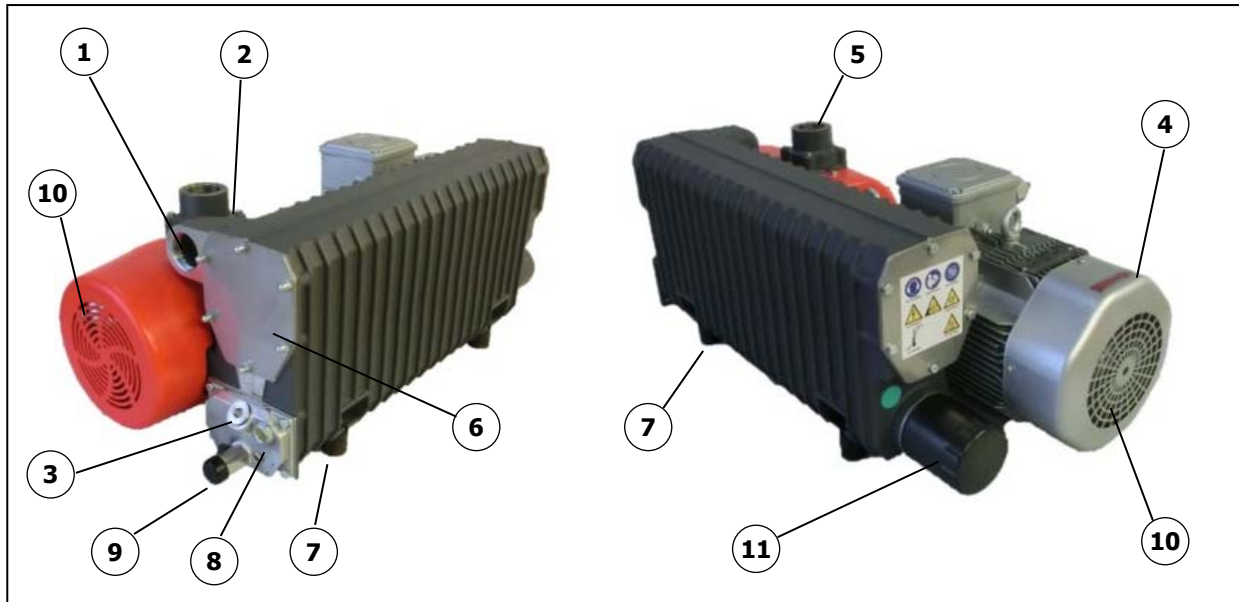

Abb. 5 TOPAS Hauptbauteile
Die Maschine darf nur an der dafür vorgesehenen Lastöse eingehängt werden, Pos. 2 Abb. 5 Seite 14.
Öl-Einfüllstelle, Öl-Schauglas und Öl-Ablass müssen leicht zugänglich sein. Der Kühlluft-Eintritt und die Kühlluft-Austritte müssen mindestens 20 cm Abstand zu benachbarten Wänden haben. Austretende Kühlluft darf nicht wieder angesaugt werden. Bauteile siehe Abb. 5 Seite 14.
1. Vakuumanschluss, Pos. 5 Abb. 5 Seite 14. Die abgesaugte Luft kann durch die Abluftöffnung über das Luftentölelement ausgeblasen werden.
1. Motor zur Drehrichtungsprüfung (Drehrichtungspfeil Pos. 4, Abb. 5 Seite 14) kurz starten.